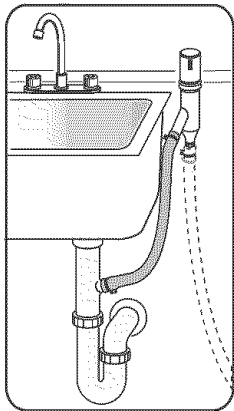

Ilustración 24
- 3) A la conexión de evacuación debajo del fregadero y a través de un dispositivo de ventilación, como muestra la Ilustración 24.